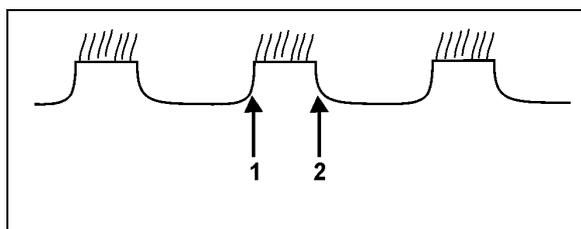

Fig. 21
- (Fig. 21): Desplazar la 1ª fila de discos hacia la derecha y volver a comprobar.